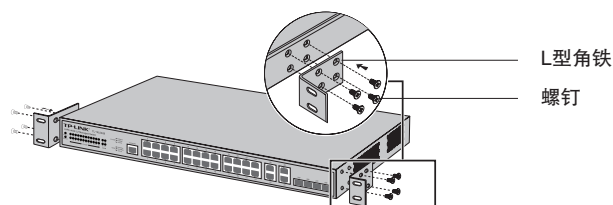

图2-2 支架安装示意图
2. 将配件中的两个L型支架分别安装在交换机面板的两侧, 并用配件中提供的螺钉固定, 如图2-2所示;